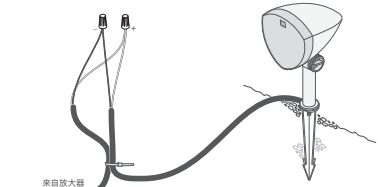

图 7
- 2. 从离放大器最近的扬声器开始, 根据下表剥去相应放大器通道的埋地线切割端 3/4 英寸 (约 1.9 厘米) 的绝缘层, 然后剥去相应扬声器尾纤末端的绝缘层 (见图 7)。
- 3. 用扎带将直埋电缆连接到扬声器尾纤 (见图 7)。